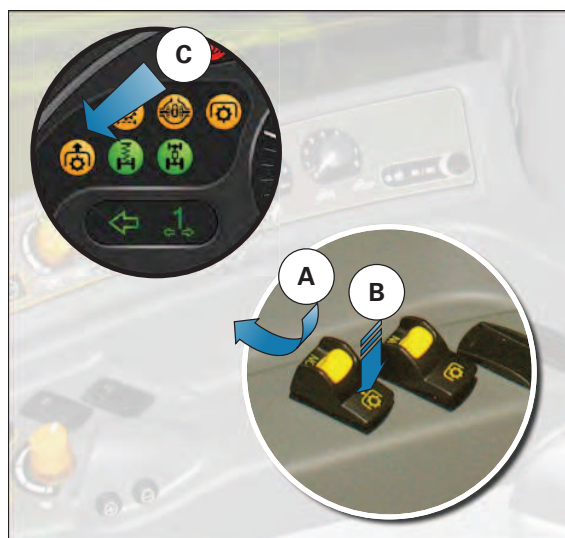

Fig. 1.
Para detener la TDF, pulse el interruptor de selección que se muestra con la letra (B) *fig. 1*.